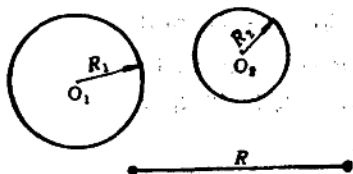

图 20
6. 如图20所示。已知连接圆弧的半径 R ，作圆弧同时内切于已知圆心为 O_1 和 O_2 、半径为 R_1 和 R_2 的两圆，并写出步骤。